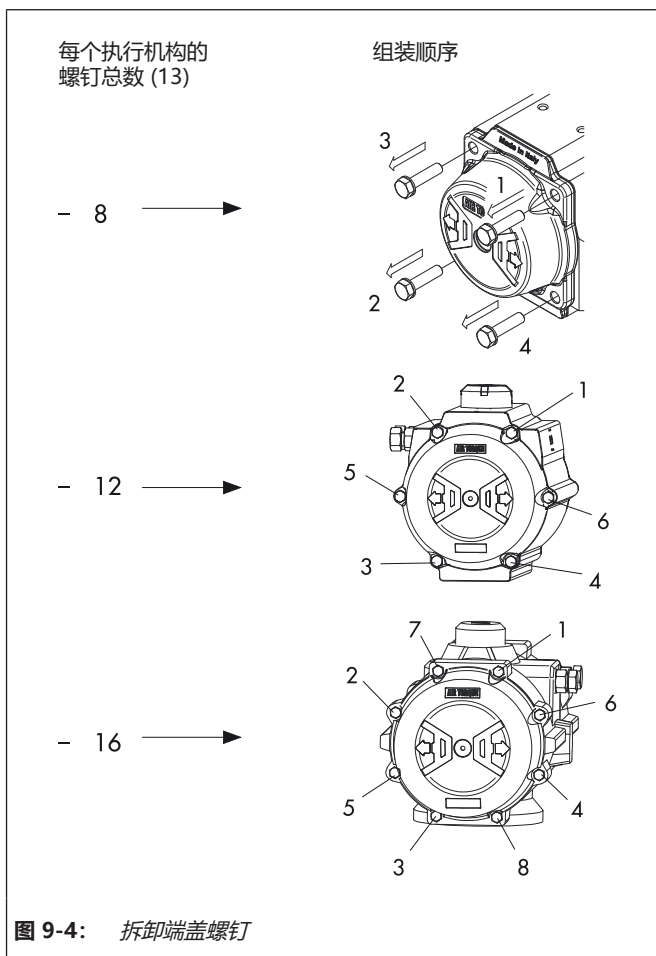

图 9-4: 拆卸端盖螺钉
- ⇒ 卸下密封件 (11)。
- ⇒ 拆卸端盖螺钉 (13)。
- ⇒ 根据拆卸顺序拆卸端盖螺钉 (13)，请参见图 9-4。
- ⇒ 对于单作用执行机构，卸下弹簧座 (17)。
- ⇒ 在拆卸端盖螺钉时，请遵守拆卸顺序，请参见图 9-4。
⇒ 释放弹簧压缩力。依据图 9-4 中所示的顺序以及表 9-1 中规定的转数将每颗端盖螺钉 (13) 拧松一圈。